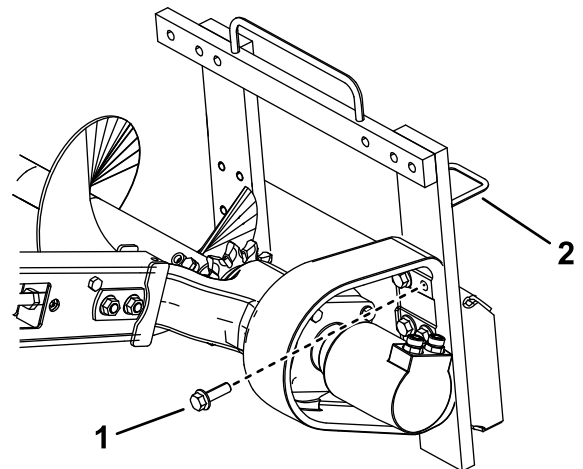

Figura 7
3. Retire los 6 pernos que fijan el cabezal de la zanjadora al bastidor (Figura 7).
- Mueva las mangueras desde la guía que está encima de la zanjadora hasta la guía del lado izquierdo (Figura 7).